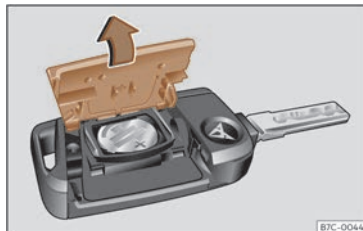

Abb. 44 Fahrzeugschlüssel: Deckel des Batteriefachs öffnen.
- Abdeckung auf der Rückseite des Fahrzeugschlüssels in Pfeilrichtung abnehmen >>> (Abb. 44), >>> ①.